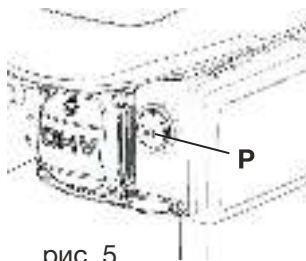

рис. 5
1. Подкачайте топливо праймером (поз. **Р**, рис. 5) нужное количество раз (обычно 1-3 раза) согласно приведенной ниже таблице.